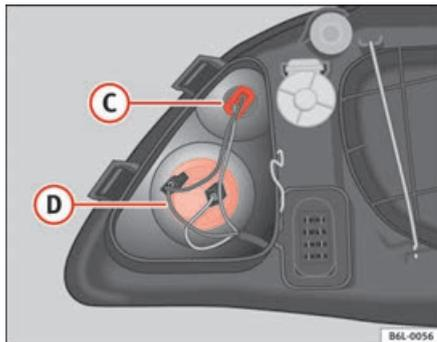

Fig. 158 Feu clignotant
- Tourner vers la gauche le porte-lampes et l'extraire de son logement ⇒ fig. 158 ②.